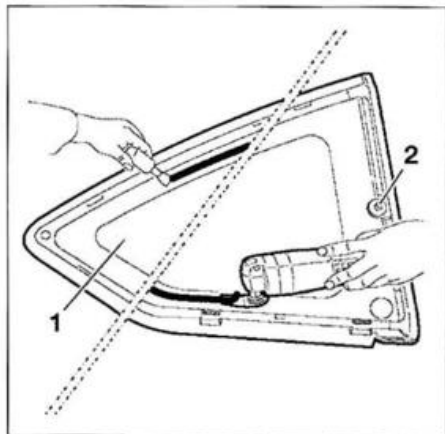

FIG. 60
- Enrasar el cordón de cola situado en la custodia (1) (fig. 60).
- Colocar el tetón de centrado (2).